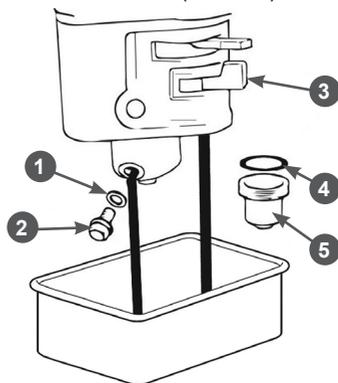

Рис. 34. Обслуживание карбюратора
1. Установите под карбюратор подходящую емкость (Рис. 34).
2. Установите рычаг топливного крана 3 в положение «ЗАКРЫТО» (Рис. 34).
3. Открутите болт 2 сливного отверстия и слейте топливо из поплавковой камеры карбюратора в подготовленную для этого ёмкость (Рис. 34).